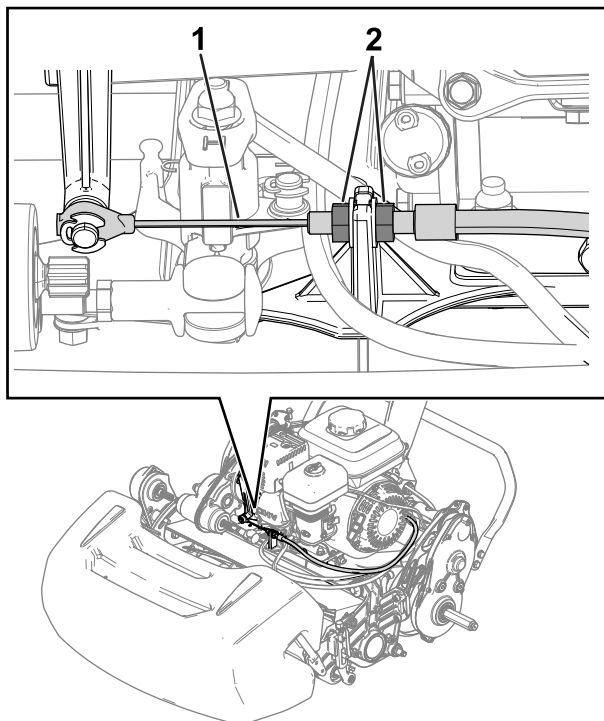
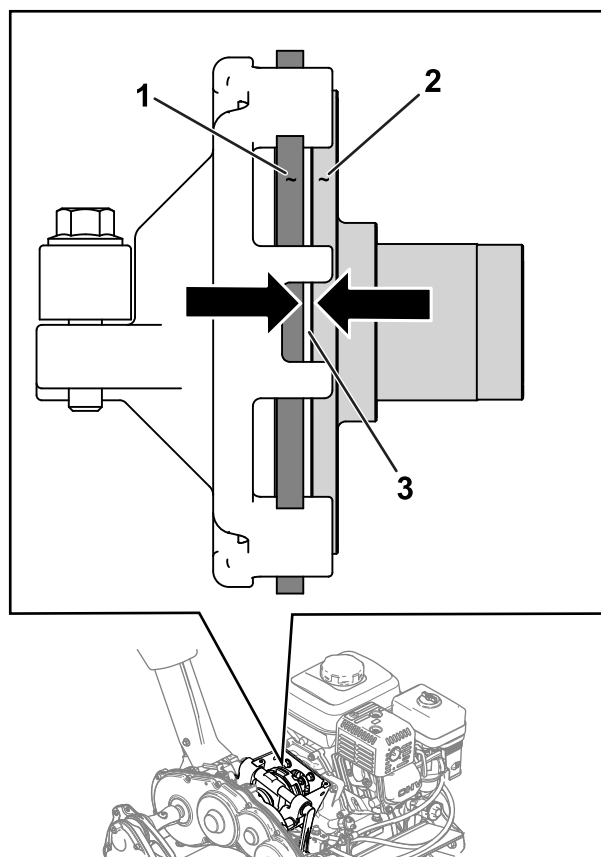

図 34
図 35
2. ジャムナットをゆるめ、走行ケーブルを調整してフリクションディスクとプレッシャプレートとの間のすきまを 1.1 mm にする 図 34と図 35。